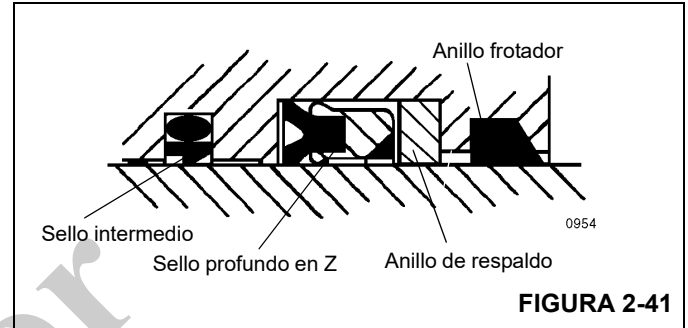

FIGURA 2-41
3. Instale los anillos de desgaste de repuesto, el sello intermedio, el sello profundo en Z de varilla y el anillo frotador (Figura 2-41) en el interior de la cabeza. Asegúrese de que el reborde del sello intermedio esté cerca al sello profundo en Z de la varilla. Asegúrese de que la ranura del borde del sello profundo en Z de varilla esté más cerca al sello intermedio.